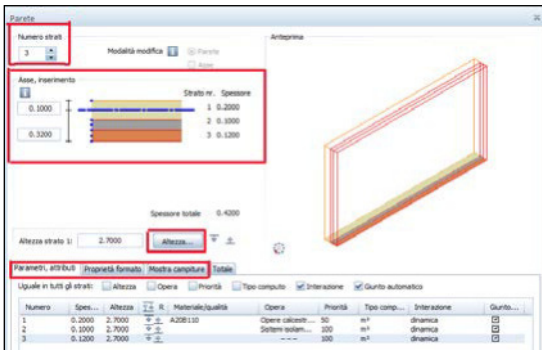

Fig. 24
- Si può modificare (Fig. 24):